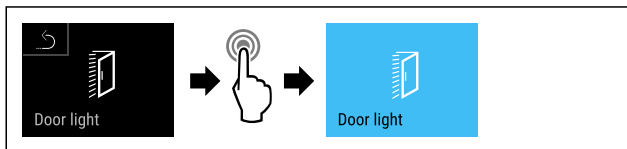

Fig. 73
- ▶ Eseguire i passaggi (vedere Fig. 73).